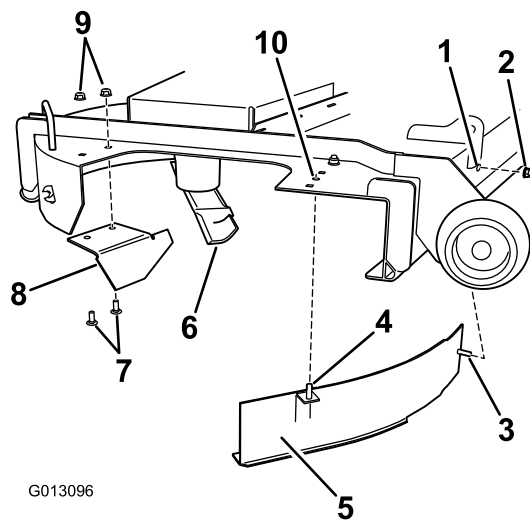

Bild 10
3. Befestigen Sie das abgewinkelte Versatzablenklech in den hinteren Löchern am Mähwerk (Bild 10).
4. Befestigen Sie ein gebogene Ablenkblech am Mähwerk (Bild 10).
Befestigen Sie das vorher entfernte Versatzablenkblech an 152,4 cm Mähwerken (60") (Bild 10)